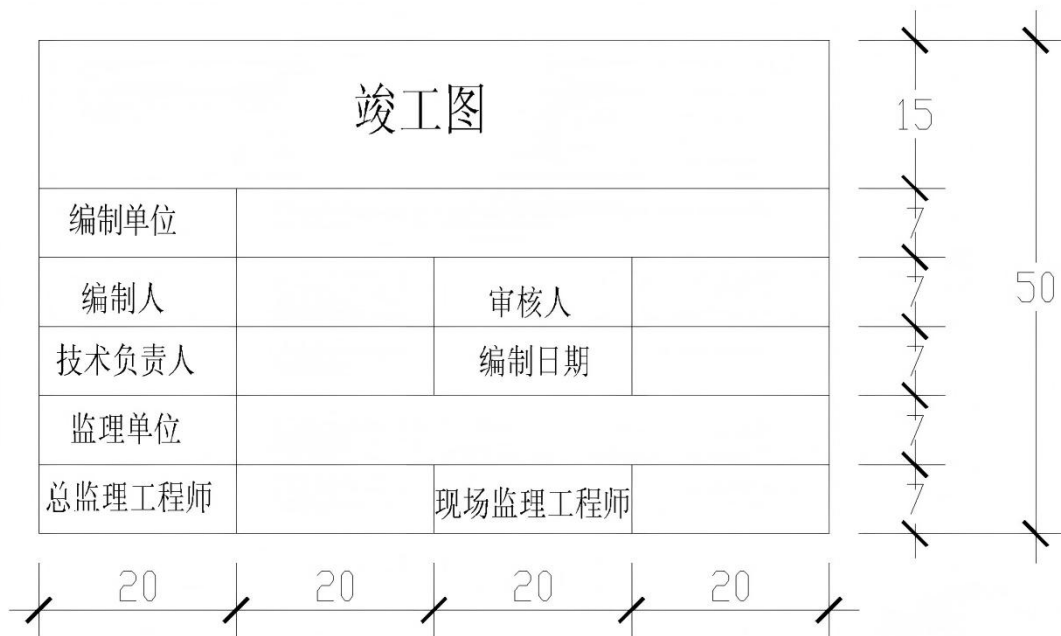

图6 竣工图章
- 9.2.2 竣工图应在图签附近的空白处加盖竣工图章，图章应清晰，竣工图章样式见图 6。竣工图章应有明显的“竣工图”标识。包括编制单位名称、编制人、审核人、技术负责人、编制日期、监理单位名称、总监理工程师等内容。编制单位、编制人、审核人、项目负责人应对竣工图负责。监理单位、总监理工程师应对工程档案的监理工作负责。